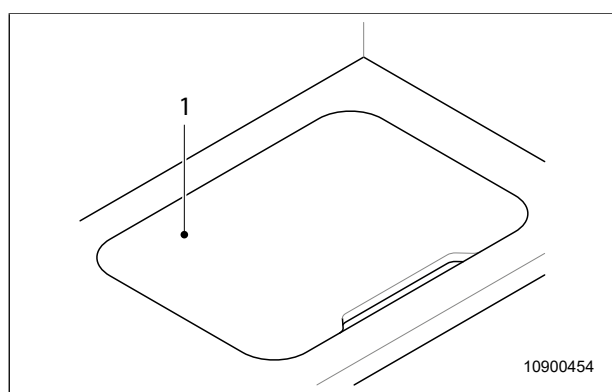

Fig. 26 Täckskiva diskho
Täckskivan (Fig. 26, pos. 1) kan förvaras i facken under diskhon.